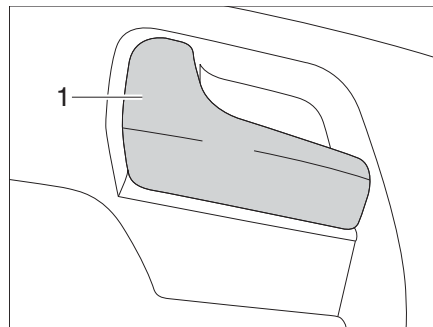

Bild 43 Dörrlås förardörr, insida
- Drag i handtaget (Bild 43,1). Dörrlåset låses upp.